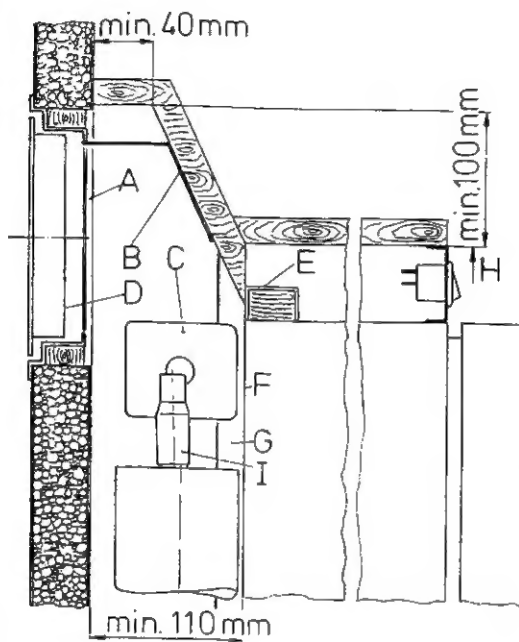
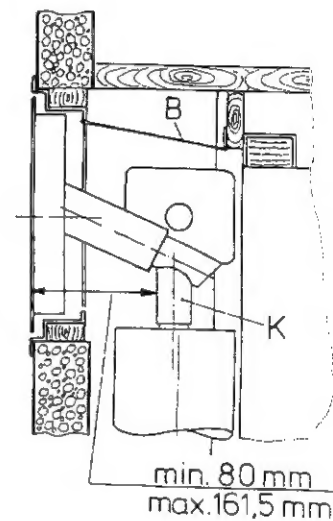

Fig. 6a
Fig. 6b
Den nedre åpning plasseres like over nisjens bunn og den øvre så høyt som mulig over kjøleenhetens kondenser (C), minst som vist i fig. 6b men helst som vist i fig. 6a.